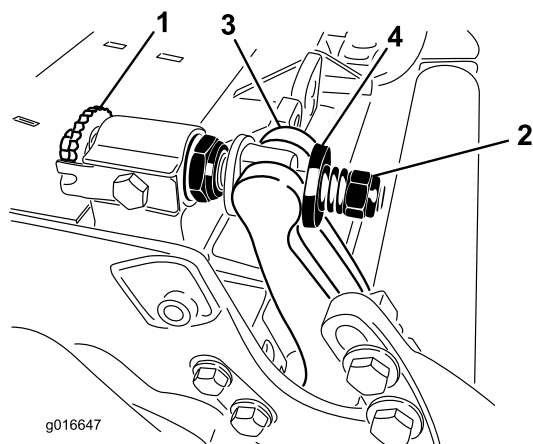

図 29
- ベッドバー調整ネジ図 29を左に回してベッドナイフとリールの接触をなくす。
- スプリングテンション・ナットをゆるめて、ワッシャがベッドバーを全く押さないようにする図 29。